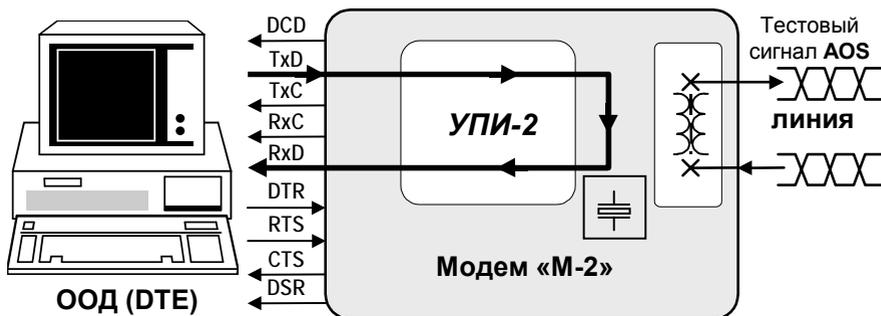

Рис. 9 Местный шлейф (LL)
Суть проверки *Местный шлейф (LL)* показана на Рис. 9. Данные, поступающие в модем из ООД (DTE) через УПИ-2, проходят через все основные узлы модема и возвращаются в ООД (DTE) через УПИ-2. Данные от физической линии игнорируются, а в линию передается непрерывный тестовый сигнал **AOS** (*Передача единиц*).